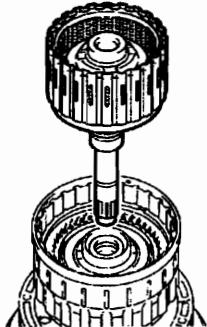

图 12-1-126
②如图 12-1-126 所示，从离合器鼓总成上拆下输入轴总成。